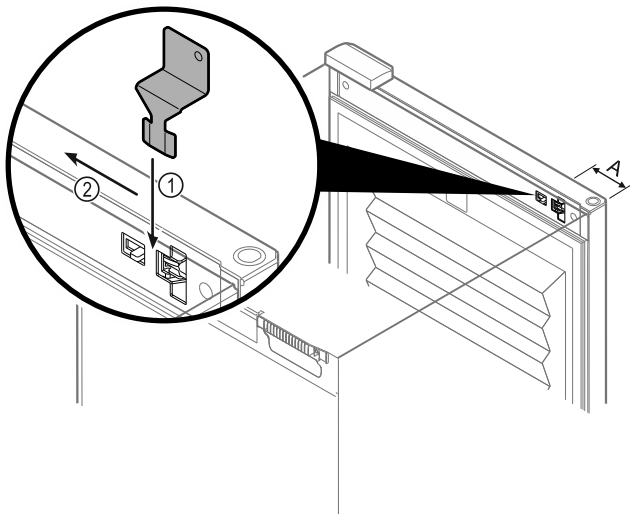

Fig. 133
- ▶ Noodontgrendelings sleutel in voorgeschreven positie positioneren Fig. 133 (A) ≈ 100mm.
- ▶ Noodontgrendelings sleutel tussen deur en apparaat er van boven helemaal insteken Fig. 133 (1).
- ▶ Noodontgrendelings sleutel richting scharnierzijde trekken Fig. 133 (2).